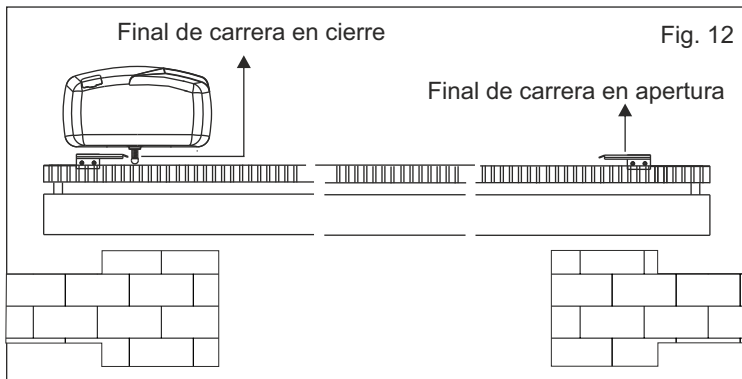

Fig. 12
6.1. Para instalar y regular los finales de carrera en apertura, seguir las instrucciones abajo elencadas (Fig. 12):